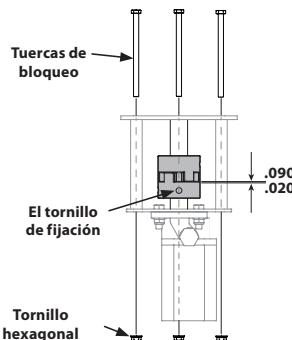

Figura 22
2. Retire los tres tuercas de la brida sujeción y los tornillos hexagonales que sujetan la bomba a la pantalla de acoplamiento. Dos tuercas de la brida y tornillos hexagonales se encuentran en las esquinas inferiores y uno está en la parte superior central. Vea la Figura 22.
11. Establezca .020" a .090" de una liquidación / brecha entre el nylon "araña" y el motor de la mitad del acoplamiento deslizando un calibrador entre el nylon "araña" y la mitad del acoplamiento del motor y mover el medio acoplamiento de la bomba según sea necesario. Instale el tornillo de fijación y el par de 78 pulgadas-libras para asegurar el acoplamiento mitad bomba. Vea la Figura 22.